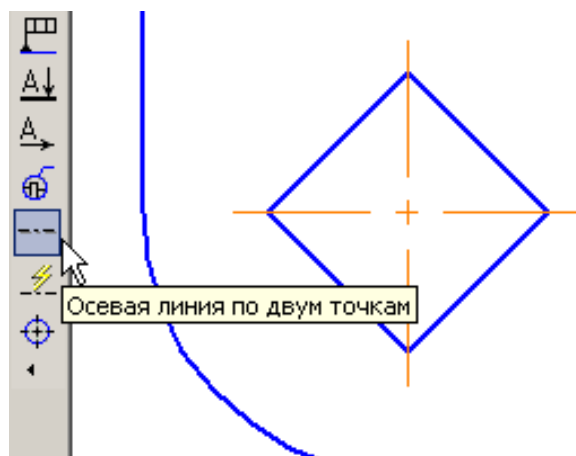

Рис. 2
1. Постройте самостоятельно правильный четырехугольник (квадрат) с параметрами: по вписанной окружности, радиус «6», центр с координатами(-34, -109), без осей, угол 45° . Проведите осевые линии командой **Осевая линия по двум точкам** на панели **Обозначения**, рис. 2.